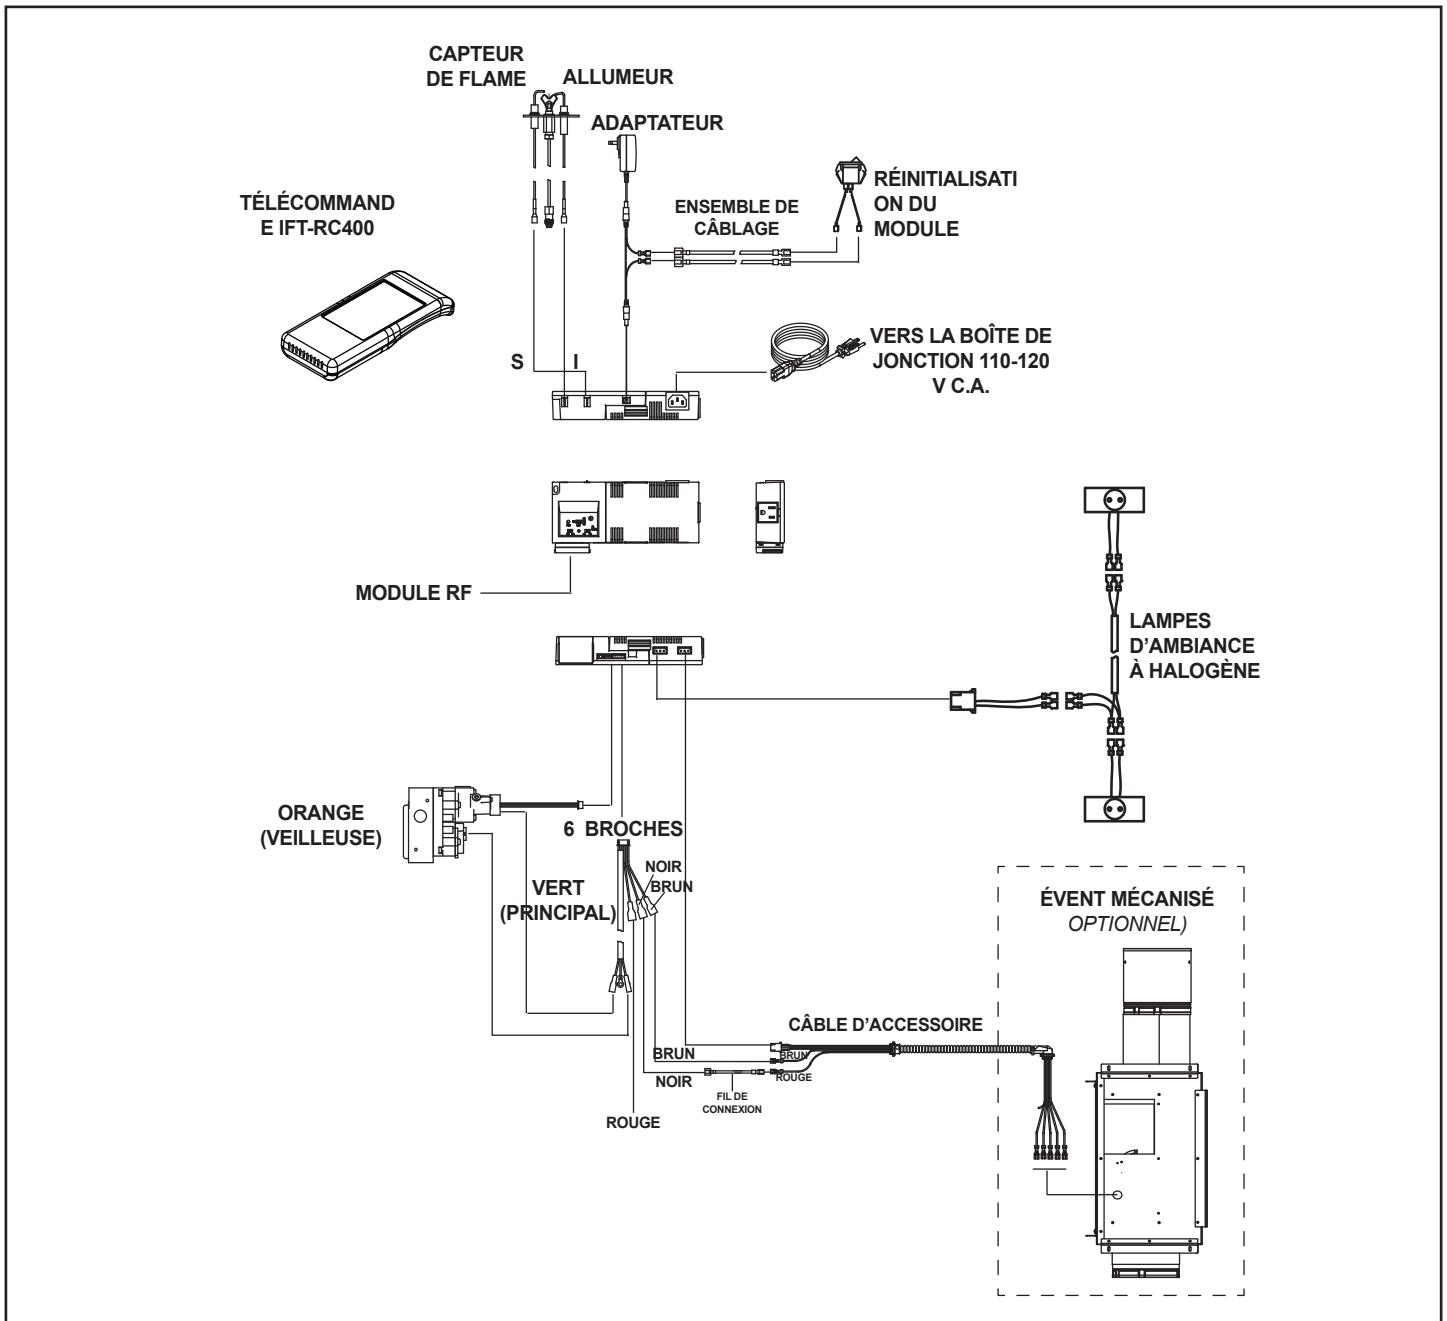

Figure 8.3 Schéma du câblage IFT.
- Voir les figures 8.3 ou 8.4, schéma de câblage IFT.